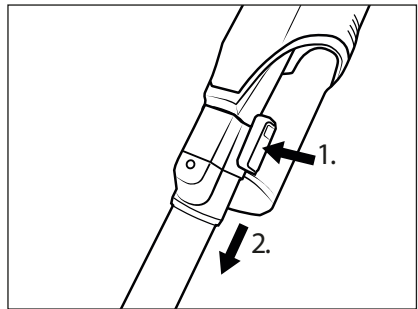

Fig. 11
- ◆ Pour retirer le tube d'aspiration 23 de l'appareil, maintenez la touche de déverrouillage du tube d'aspiration 23 enfoncée et retirez le tube d'aspiration 23 de l'orifice d'aspiration de l'appareil (voir fig. 11).